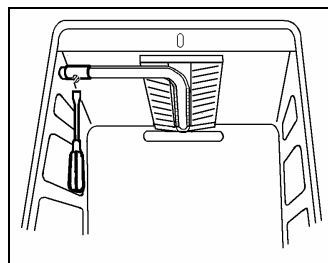

fig.24
- Se slăbește șurubul care fixează regulatorul de aer.(fig.24)